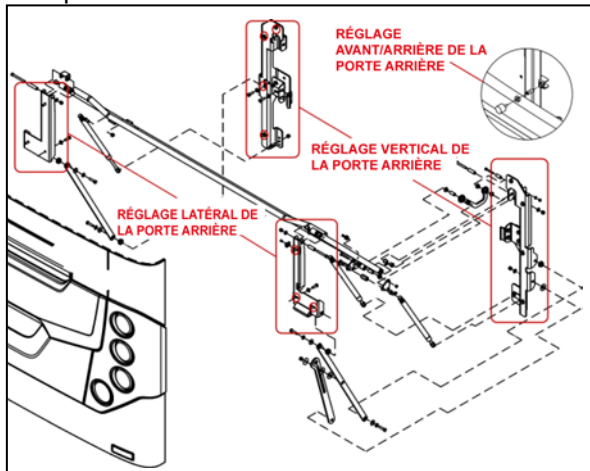

FIGURE 70 : PORTE DU COMPARTIMENT MOTEUR^{18633_1}
1. Pour ajuster la position VERTICALE de la porte, desserrer les boulons (quatre de chaque côté) qui fixent le bras de support de la porte et la patte de fixation des ressorts à gaz à la structure du véhicule (Figure 70).
2. Pour ajuster la position LATÉRALE de la porte, desserrer les boulons (trois de chaque côté) qui fixent le bras de support de la porte et la patte de fixation des ressorts à gaz à la porte (Figure 70).
3. Pour ajuster la position de la porte vers l'avant ou l'arrière, visser ou dévisser les butées en caoutchouc de chaque côté de l'ouverture de la porte (Figure 70).